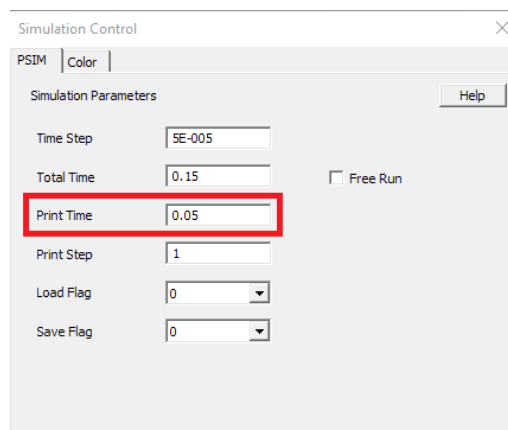

Figura 2 – Configuração do controlador de simulação.
- i) Na janela *Simulation Control*, vista na Figura 2, ajuste o parâmetro *Total Time* para  $0,15\text{ s}$ , que corresponde a 9 ciclos em  $60\text{ Hz}$ , o parâmetro *Print Time* para  $0,05\text{ s}$  e default para os demais parâmetros. *Print Time* indica o tempo a partir do qual a curvas serão plotadas, neste caso, deixando de mostrar o transitório das ondas.